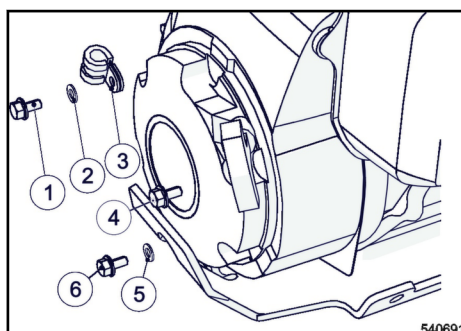

Fig. 77
Inserir o parafuso M6x12 (1) ↩ Fig. 77 com a anilha (2) e a braçadeira (3) no motor de arranque reversível.